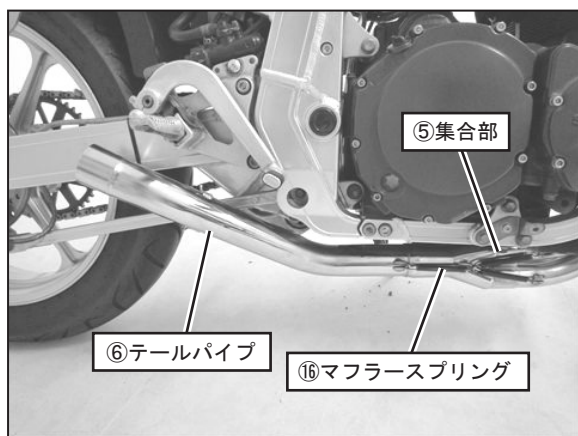

FIG. 9
11. ⑤集合部に⑥テールパイプの切り欠きを合せる様に取り付け、⑬マフラスプリングを取り付けて下さい。（FIG. 9 参照）